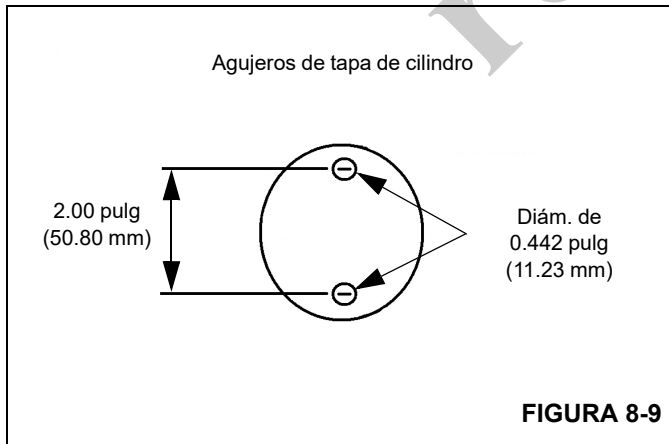

FIGURA 8-9
6. Retire las tapas de cilindros de la caja. Retire y bote los anillos "O" (Figura 8-9).